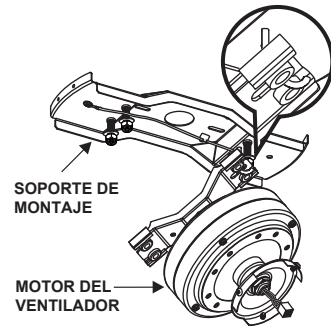

Fig. 5
Step 2. Suba el ventilador a su poscion colgando el motor en el gancho de la abrazadera de montaje del techo, permitiéndole que cualgue libremente. (Fig. 5)